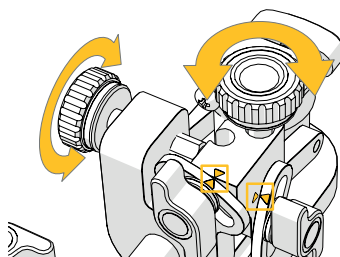

Figura 3: Reglarea roții pentru alinierea săgeților.
4. Reglați butoanele de reglaj rotativ astfel încât săgețile marcate din Figura 3 să se potrivească. Poziția nominală a brațului de obține prin alinierea capetelor săgeților.